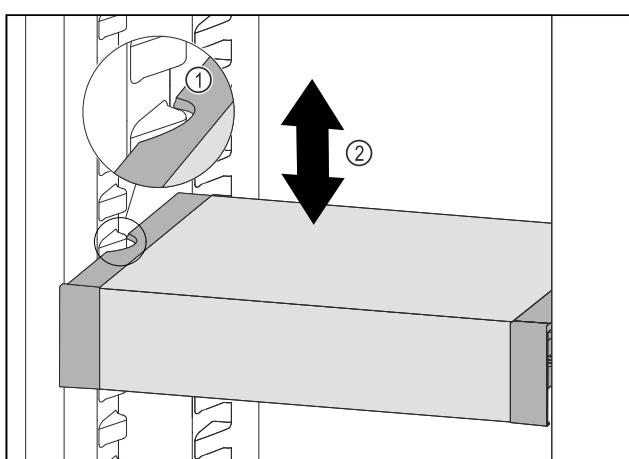

Fig. 49
- Тяните VarioSafe вперед, пока боковые выемки VarioSafe не окажутся на высоте выступа резервуара в холодильном отделении. Fig. 49 (1)